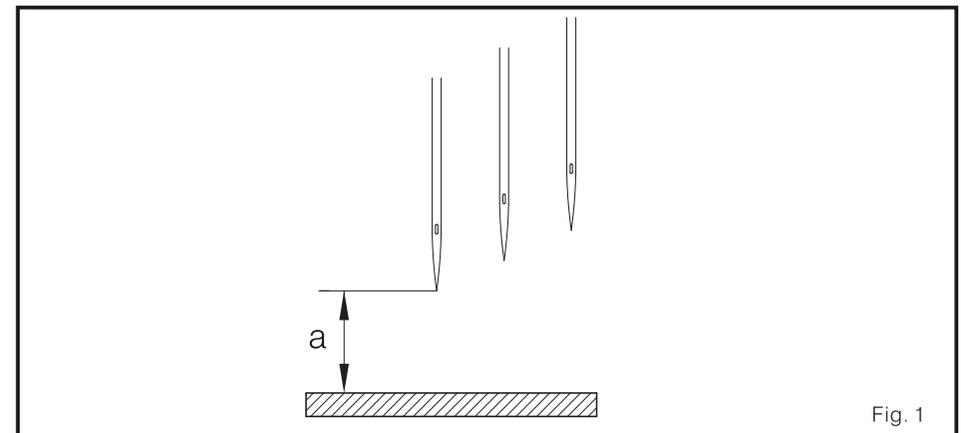

Fig. 1
1. quando a barra agulha move para apontar mais alto, o espaço standard (a) entre a agulha esquerda e da lâmina agulha está como isto é mostrado no quadro 1. (Fig.. 1)